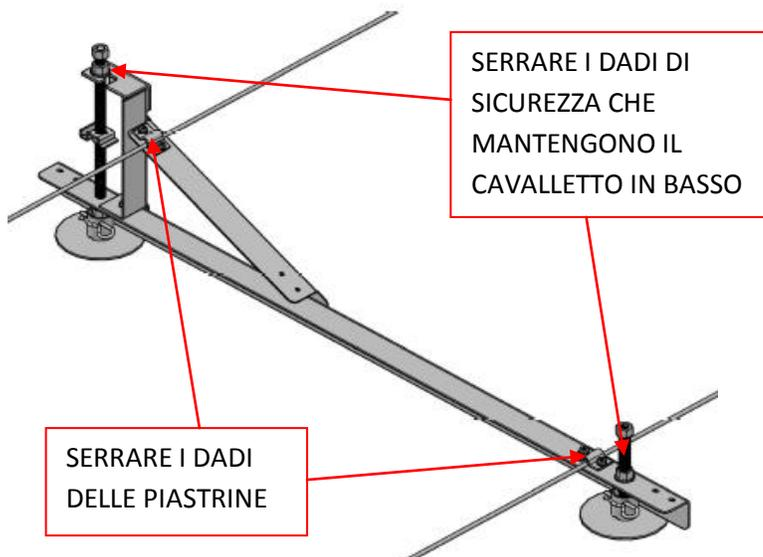

Figura 11
- a. Per ogni cavalletto (Figura 11):